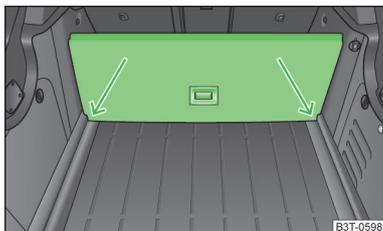

Abb. 93
- Den Teil mit der Halterung anheben und in die mit Pfeilen gekennzeichneten Nuten einschieben » Abb. 93.